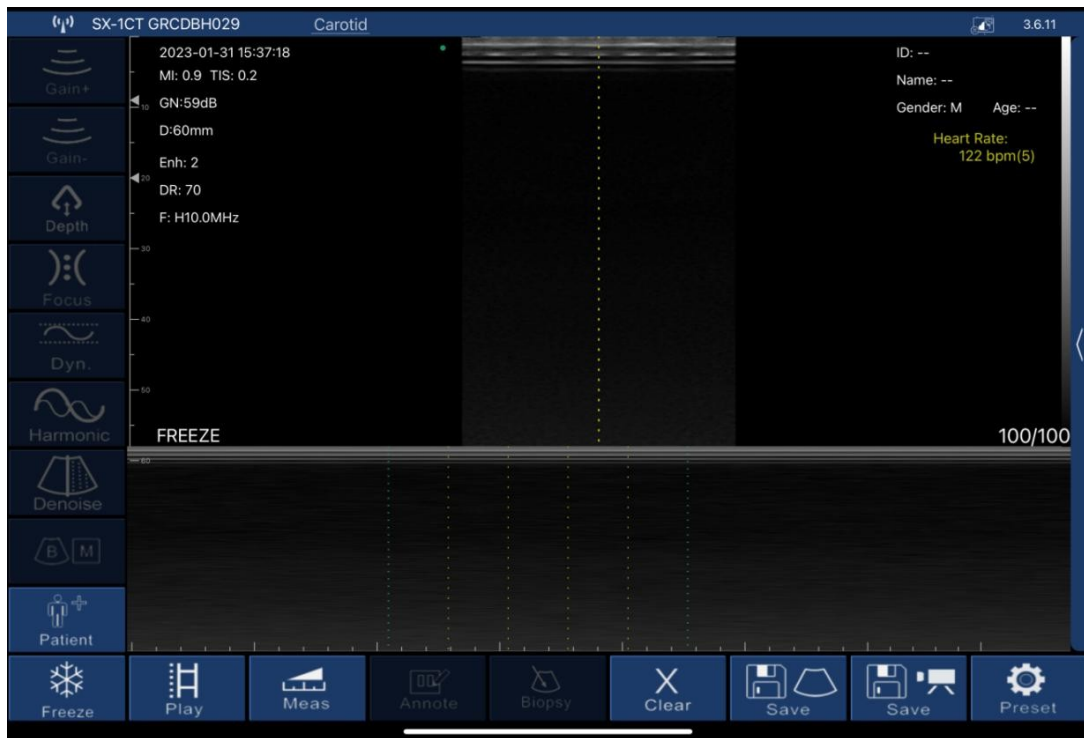

Figura 3-7 Interface de medição da frequência cardíaca
No modo B/M, a posição da linha de amostragem pode ser ajustada tocando com o dedo no círculo móvel na tela (conforme mostrado na Figura 3-7 abaixo).
Após selecionar a função de medição de comprimento “LENGTH”, clique nos dois pontos a serem medidos na tela congelada; a trajetória de medição aparecerá. Clique no ponto móvel na linha da trajetória (conforme mostrado no meio da Figura 3-7), mova a trajetória e ajuste o comprimento. O tamanho dos dados de medição em tempo real é exibido no canto superior direito da tela. Entre eles, GA (CRL), GA (BPD), GA (GS) e GA (FL) são medidos da mesma maneira.